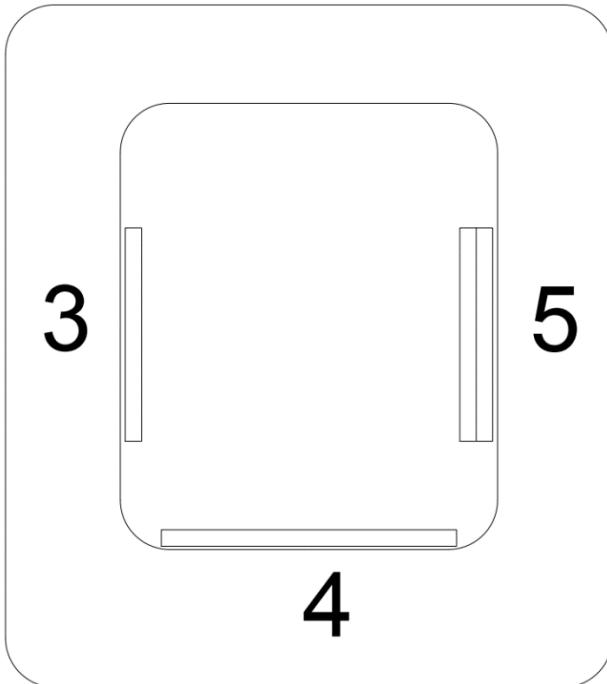

Рис. 5. Задняя панель НТИ-7000А
- Силовые выводы 3 и 4, для подключения АВ находятся с обратной нагрузочной блока НТИ-7000А (рис.5)